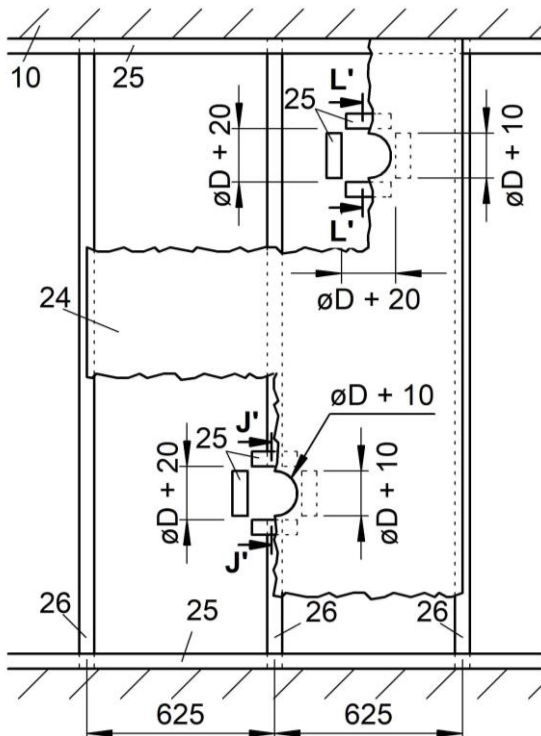

Abbildung 64: Metallständerwerk mit erforderlichen Auswechslungen für BSK-RPR mit Anbaurahmen AR (Trockeneinbau F30/F60), nach erfolgtem Wandaufbau
- Aussparung für den nachträglichen Trockeneinbau der BSK-RPR (Pos. 1) samt Anbaurahmen AR (Pos. 8) in der Wand vorsehen (Durchmesser: $\text{ØD} + 10$ mm, siehe Abbildung 64/64).